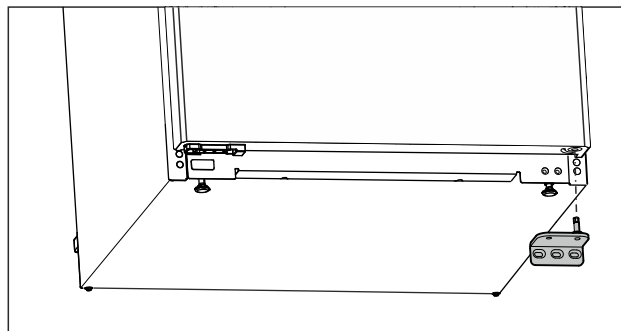

Fig. 16
- ▶ Zdjąć płytkę zawiasu w dół. (patrz Fig. 16)